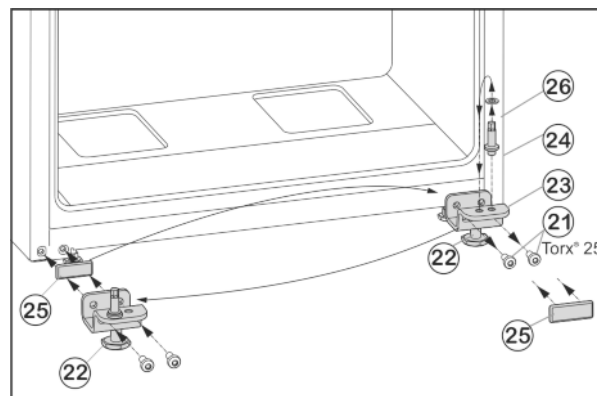

Fig. 9
- ▶ Vyskrutkujte upevňovacie skrutky *Fig. 9 (21)*.
- ▶ Kompletnú ložiskovú konzolu dole *Fig. 9 (23)* odoberte spolu s ložiskovým čapom *Fig. 9 (24)*, podložkou *Fig. 9 (26)* a nastaviteľnou nohou *Fig. 9 (22)*.
- ▶ Ložiskový čap *Fig. 9 (24)* kompletne spolu s podložkou *Fig. 9 (26)* vyskrutkujte, premiestnite ho do protiahlého otvoru uloženia ložiskovej konzoly a znovu ho pevne priskrutkujte.
- ▶ Opatrne odnímate kryt *Fig. 9 (25)* a premiestnite ho na opačnú stranu.
- ▶ Ložiskovú konzolu dole *Fig. 9 (23)* kompletne spolu s ložiskovým čapom *Fig. 9 (24)*, podložkou *Fig. 9 (26)* a nastaviteľnou nohou *Fig. 9 (22)* znovu naskrutkujte na novú stranu závesu, príp. ju znovu pomocou akumulátorového skrutkovača **pevne utiahnite (4 Nm)**.
- ▶ Dvere nasadíte zhora na ložiskový čap *Fig. 9 (24)*.
- ▶ Vytočte nastaviteľnú nohu *Fig. 9 (22)* na ložiskovej konzole dole *Fig. 9 (23)*, pokiaľ nedosadá na podlahu.